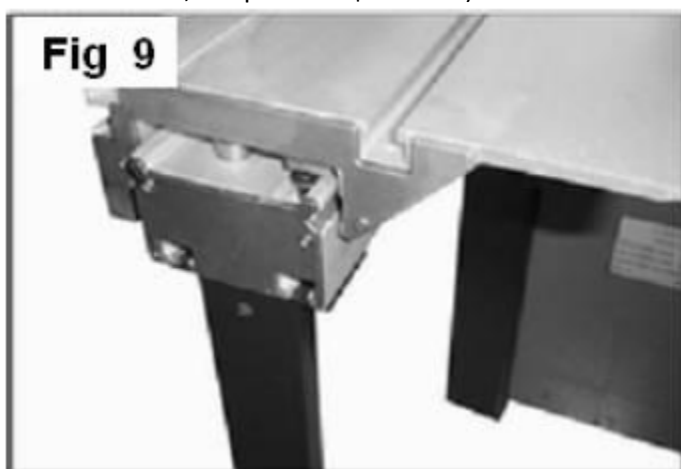

Рис. 9
1. Ввернуть 2 комплекта винтов со шлицем типа Torx (в комплект входят гайка на 8 мм, вставка, направляющая винта) в нижний паз кареточного стола (рис. 9²).